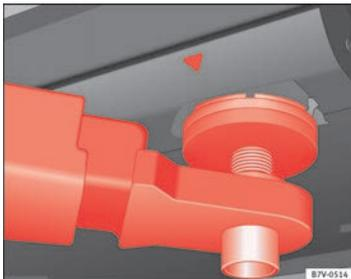
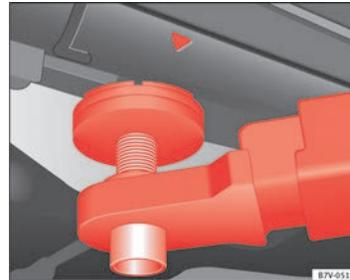

Abb. 162 Aufnahme-
Abb. 163 Aufnahme-
Das Fahrzeug darf nur an den in den Abbildungen ⇒ Abb. 162 und ⇒ Abb. 163 gezeigten Punkten angehoben werden. Wenn das Fahrzeug nicht an den gezeigten Punkten angehoben wird, können Schäden am Fahrzeug ⇒  und schwerwiegende Verletzungen die Folge sein ⇒ .
- Fahrzeug nur an den in den Abbildungen \Rightarrow Abb. 162 und \Rightarrow Abb. 163 gezeigten Punkten anheben. Wenn das Fahrzeug nicht an den gezeigten Punkten angehoben wird, kann das Fahrzeug von der Hebebühne fallen, wenn z. B. der Motor oder das Getriebe ausgebaut wird.